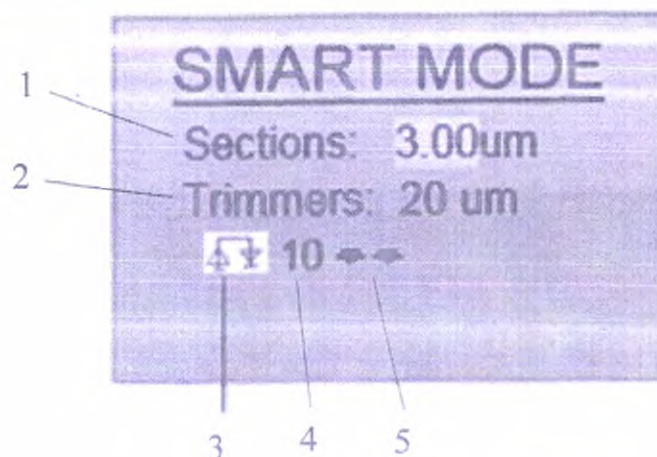

Рисунок 9. Отображение работы в интеллектуальном режиме на дисплее панели управления
Этот режим может переключаться между операциями резки и тримминга без управления со стороны пользователя. Если повернуть ручной маховичок микротомы вниз на в половину оборота, прибор будет выполнять тримминг. Данная операция отобразится на экране. Если повернуть ручной маховичок на полный оборот, прибор будет выполнять резку. Это также отобразится на экране (Рисунок 9).
| Рисунок 9, (1) | Резка. Данный параметр показывает толщину среза готового образца.                 |
| Рисунок 9, (2) | Тримминг. Данный параметр показывает толщину тримминга                            |
| Рисунок 9, (3) | Индикатор параметра отвода образца при резке                                      |
| Рисунок 9, (4) | Данный параметр показывает расстояние отвода образца от лезвия при движении вверх |
| Рисунок 9, (5) | Индикатор точной резки                                                            |
Если в это время на экране появится значок **【↔】** (Рисунок 9, (5)), это значит, что прибор установлен на точную резку. После точной резки значок **【↔】** исчезнет.